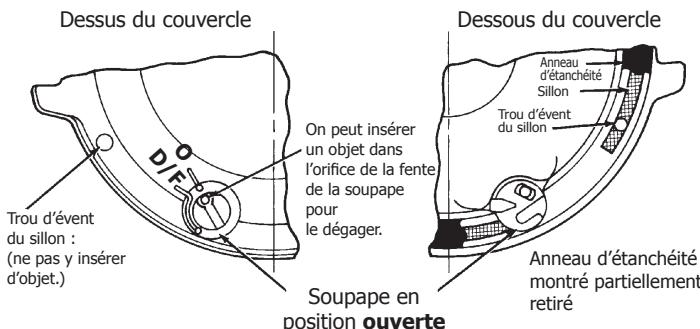

Figure 2 : mode à événement ouvert
**Mode à événement ouvert « O » :** Pour travailler en mode à événement ouvert, faire pivoter la soupape à l'aide d'un tournevis ou d'une pièce de monnaie de manière à ce que l'orifice de la fente de la soupape soit aligné avec le « O » qui se trouve sur le couvercle. Voir figure 2.
**Ne jamais insérer d'objet dans le trou d'événement du sillon. Ne pas insérer d'objet dans l'orifice de la fente de la soupape alors que la soupape est en position « D/F ». Ces ouvertures sont scellées par un anneau d'étanchéité et l'insertion d'un objet risque de l'endommager. Voir figures 2 et 3.**